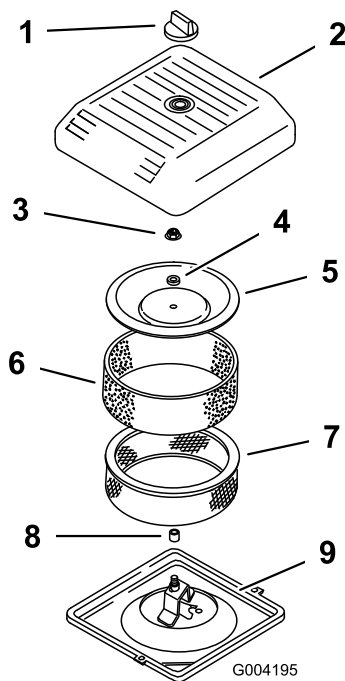

Figura 158
- 1. Deslice cuidadosamente el prefiltro de gomaespuma sobre el elemento de papel (Figura 158).